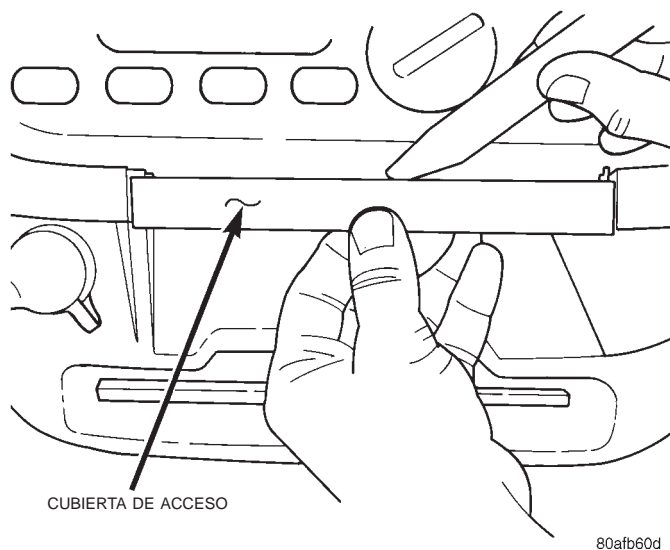

Fig. 53 Cubierta de acceso al anaquel auxiliar
(1) Retire el anaquel auxiliar - portavasos. Consulte el procedimiento de Desmontaje e instalación de anaquel auxiliar - portavasos en esta sección.
(2) Inserte una varilla de tapicería (herramienta especial n° C-4755) entre la cubierta de acceso y el marco de la radio, encima del anaquel auxiliar - portavasos.
(3) Haciendo palanca con cuidado, separe la cubierta de acceso del tablero de instrumentos (Fig. 53).
(4) Retire la cubierta de acceso del vehículo.
(5) Retire la corredera del anaquel auxiliar - portavasos. Consulte los procedimientos de Desmontaje e instalación de corredera de anaquel auxiliar - portavasos en esta sección.